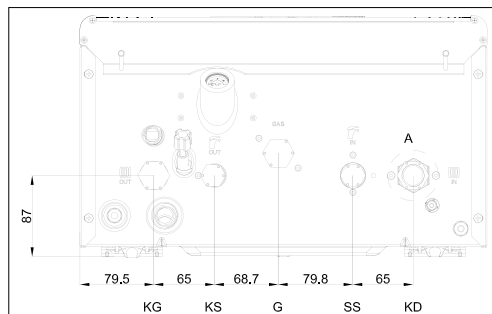

Abbildung 16. Wasseranschlüsse
- ⚠ Die Verbindung an der Unterseite der Pumpe (Abbildung 16 – die Verbindung in Detail A) sollte bei Verwendung von Gummidichtungen mit einem maximalen Drehmoment von 18 Nm und bei Verwendung von Klingeritdichtungen mit einem maximalen Drehmoment von 30 Nm angezogen werden.